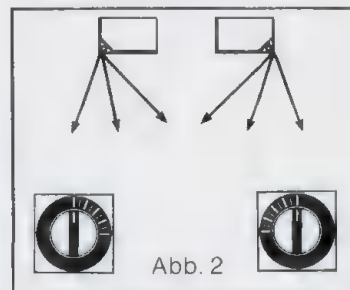

Abb. 2
2. Sind Schrankwand bzw. Regal mehr als 1 Meter von den Seitenwänden entfernt, wird der Schall durch eine andere Einstellung etwas stärker in den Wohnraum abgestrahlt. Diese Einstellung ist auch von Vorteil, wenn die Seitenwände mit schalldämpfenden Teppichen, Vorhängen oder schweren Stofftapeten verkleidet sind. (Abb. 2).